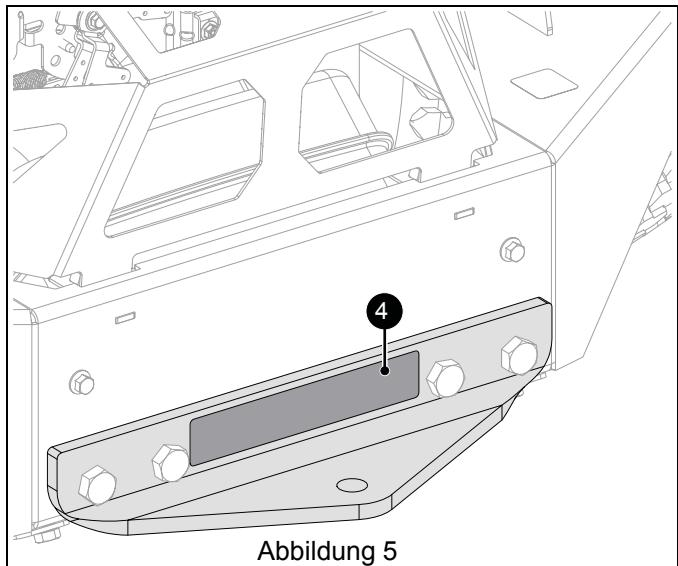

Abbildung 5
3. Aufkleber auf Kupplungsplatte kleben. Siehe Abbildung 5.